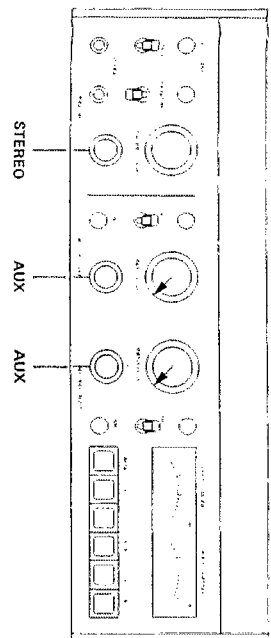
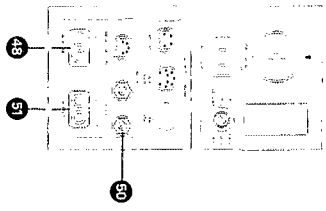

Fig. 6.4-3
Fig. 6.4-5
- Bedienungselemente nach Fig. 6.4-3 einstellen.
- Set operating controls as per fig. 6.4-3.
- NF-Generator an Anschluss AUX INPUT (48) parallel anschließen.
- NF-Multimeter an Ausgang OUTPUT (51) anschließen.
- Connect audio generator to both AUX INPUTS (48) in parallel.
- Connect audio multimeter to OUTPUT (51).
- Effectuez les commutations selon la fig. 6.4-3.
- Raccordez un générateur RF aux entrées AUX INPUT (48).
- Branchez un multimètre à la sortie OUTPUT (51).
- Bedienungselemente nach Fig. 6.4-5 einstellen.
- Effectuez les commutations selon la fig. 6.4-5.
- NF-Multimeter an Ausgang (51) OUTPUT L anschließen.
- Wiedergabekopf PLAY drücken und an Justierschraube (P) auf Ausgangsspannungs-Maximum einstellen.
- Rotate screw (P) to obtain maximum output voltage.
- Raccordez un voltmètre BF à la sortie OUTPUT L (51).
- Appuyez sur la touche PLAY et ajustez le niveau de sortie maximum à l'aide de la vis réglage (P).